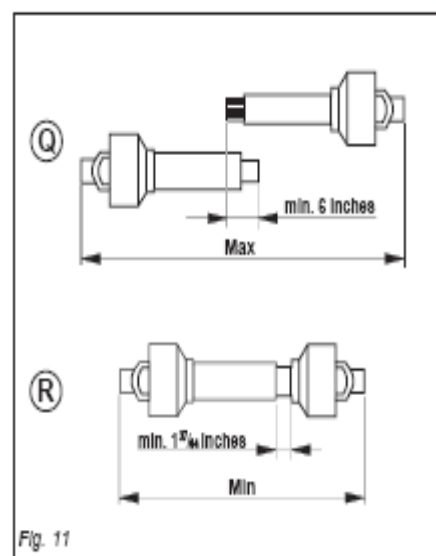

Fig. 11
- # När P.T.O-axeln är utdragen i sin fulla längd ska de två rören överlappa varandra med minst 150mm (6tum) se (Q, Fig.11). När den är infälld till sin minsta längd måste det finnas ett spel på minst 40mm (1" 37/64 tum) se (R, Fig.11)